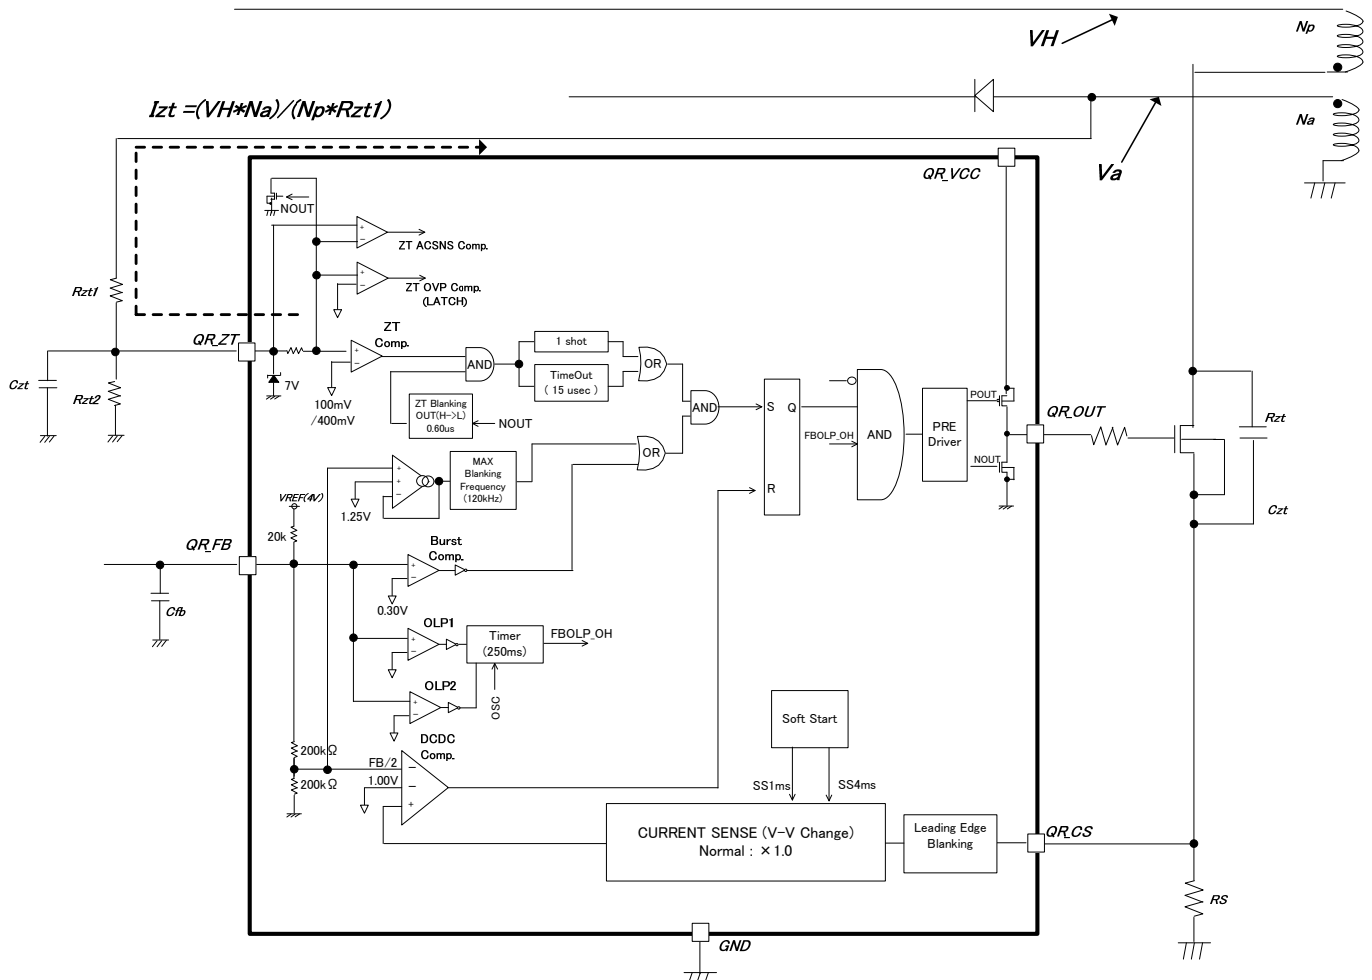
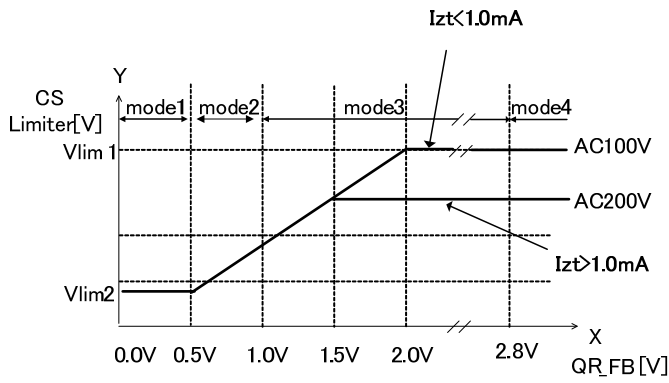

Figure 29. CS 切り換え電流ブロック図
Figure 30. QR_CS 切り換え QR_FB 電圧 VS QR_CS 電圧
検出方法は QR_ZT 流入電流をモニターすることにより、切り換えを行います。MOSFET ターンオン時、Va は入力電圧 (VH) に依存する負電圧となります。QR_ZT 端子は IC 内部で、0V 近くでクランプします。その場合の計算式は下記のとおりになります。Figure29 にブロック図を示します。Figure30,31 にグラフを示します。